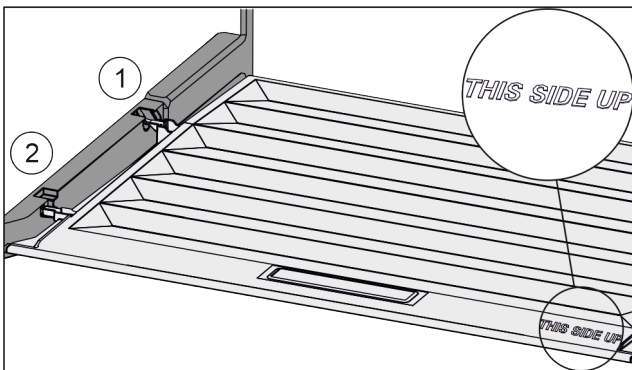

Fig. 95
- ▶ Deckelstege über Öffnung der hinteren Halterung Fig. 95 (1) einführen und vorne in Halterung Fig. 95 (2) einrasten.